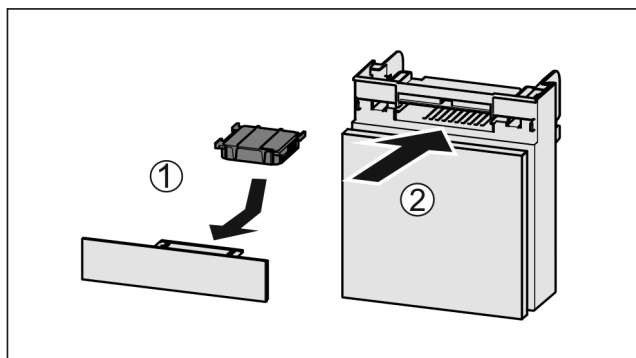

Fig. 117
- ▶ Aktivni ogljeni filter vstavite Fig. 117 (1) skladno s prikazom na sliki.
- ▶ Predal potisnite noter Fig. 117 (2).